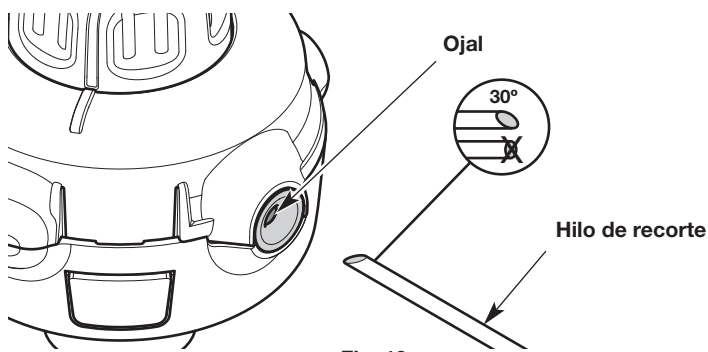

Fig. 19
2. Corte dos largos de 7 pies (2.1 m) de hilo de recorte nuevo. Corte un extremo de cada hilo en un ángulo de 30° (Fig. 19).
4. Enhebre uno de los hilos por uno de los ojales del cabezal de corte (Fig. 19). Utilice el extremo angulado y empuje el hilo para que entre unas 3 pulgadas (7.5 cm). Repita este proceso con el otro hilo y el ojal restante.